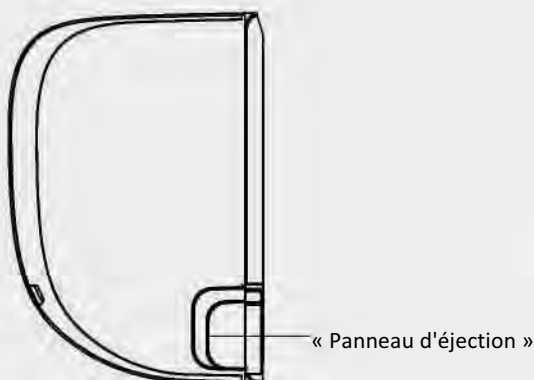

Fig. 3.3
2. Si le trou est à l'arrière de l'appareil, maintenez le panneau d'éjection en place. Si le trou est sur le côté de l'unité intérieure, retirez le panneau d'éjection en plastique de ce côté de l'appareil. (Voir Fig. 3.3). Cela crée alors une fente à travers laquelle votre conduit peut sortir de l'unité. Utilisez des pinces demi-rondes s'il est très difficile de retirer le panneau en plastique